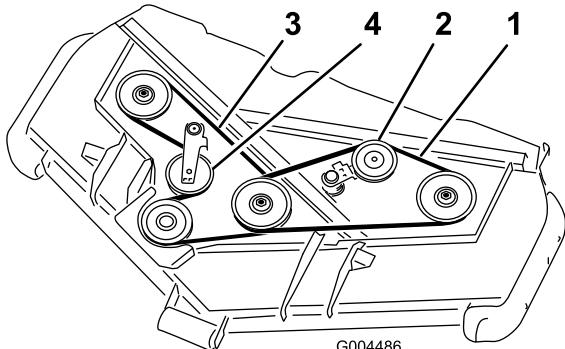

図 18
3. バールなどの工具を使って上ベルト用アイドラプーリ(図 18)をベルトから引き離してベルトの張りをなくす。
4. 図 18のように、ギアボックスプーリ、下ベルト用スピンドルプーリ、アイドラプーリに新しいベルトを回しかける。
5. 図 18のように、上ベルト用スピンドルプーリとアイドラプーリアセンブリに新しいベルトを回しかける。